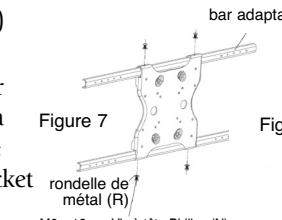

Figure 7
- a. Aligner les trous dans les bars adaptateur avec la plaque d'adaptation et les fixer avec quatre M6x12 (N) vis et quatre rondelles en métal 6mm (R) (Voir Figure 7).
- b. Align the holes in the adapter bars with the adapter plate and attach using four M6x12 (N) screws and four 6mm metal washers (R) (See Figure 7).